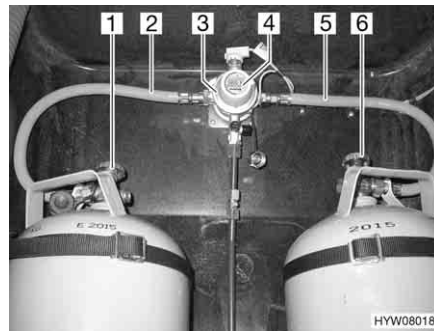
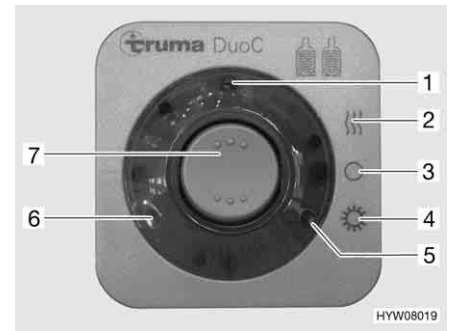

Bild 111 DuoControl-omkopplingsenhet
Bild 112 Kontrollenhet
DuoControl-omkopplingsenheten består av en omkopplingsventil (Bild 111,3) och en kontrollenhet (Bild 112). Omkopplingsventilen är monterad mellan gas slangarna (Bild 111,2 och 5). Med vredet (Bild 111,4) på omkopplingsventilen ställer du in vilken gasflaska som ska användas som driftflaska och vilken som ska användas som reservflaska.
Omkopplingsventilen värms upp av en avfrostningsanläggning för regulatorer (Eis-Ex). På detta sätt undviks störningar på gasanläggningen under vintern. Med kontrollenheten (Bild 112) kan endast de elektriska funktionerna styras. Gasflaskornas huvudavstängningsventiler (Bild 111,1 och 6) måste öppnas för hand.
Omkopplingsventilen sörjer för ett konstant gastryck, oberoende vilken gasflaska som används. De två kontrolllamporna på kontrollenheten visar nivån i driftflaskan. När den gröna kontrolllampan lyser (Bild 112,6) är driftflaskan full. När den röda kontrolllampan lyser (Bild 112,5) är driftflaskan tom. Gasförsörjningen sker då med reservflaskan.
- Öppna huvudavstängningsventilerna på gasflaskorna (Bild 111,1 och 6).
- Med vredet (Bild 111,4) på omkopplingsventilen (Bild 111,3) väljs gasflaskan, som ska prioriteras (driftflaska).
- Slå på DuoControl-omkopplingsenheten på kontrollenheten (Bild 112).
Ställ för detta vippkontakten (Bild 112,7) på vinterdrift "på och uppvärmning" (Bild 112,2) eller på somrardrift "till" (Bild 112,4). Omkopplingsventilen är nu avluftad. Den gula kontrolllampan (Bild 112,1) lyser, när vinterdrift väljs och avfrostningsanläggningen för regulatorer är påslagen.
- Ställ vippkontakten (Bild 112,7) i läge "O" (Bild 112,3). Den gula kontrolllampan (Bild 112,1) slocknar.
- Stäng huvudavstängningsventilerna på gasflaskorna (Bild 111,1 och 6).
**Fjärravläsning** Kontrolllamporna på kontrollenheten (Bild 112,5 och 6) signalerar inne i fordonet, om driftflaskan är driftklar.
**Byte av gasflaskor** Ifall den gröna kontrolllampan (Bild 112,6) slocknar under drift och den röda kontrolllampan (Bild 112,5) lyser upp, är gasflaskan som har valts som driftflaska tom och måste bytas ut. Gasförbrukarna försörjs med gas från reservflaskan.